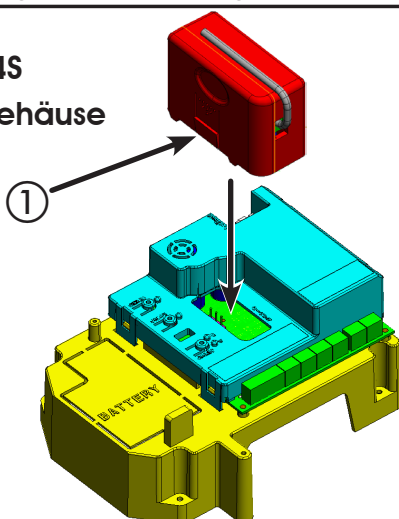
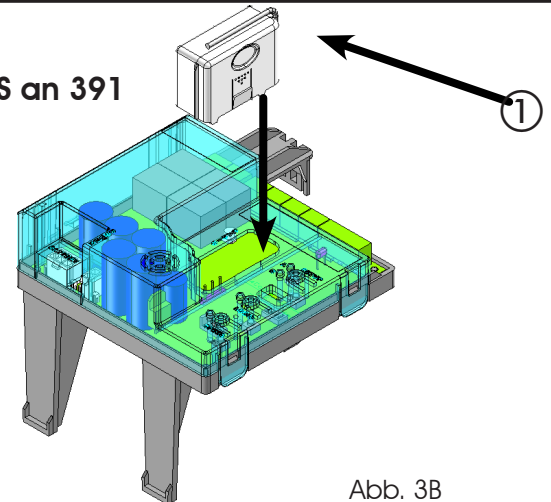

Abb. 3A
Abb. 3B
Das elektronische Steuergerät ist mit einem integrierten zweikanaligen Entschlüsselungssystem (DS, SLH, LC) mit der Bezeichnung OMNIDEC ausgestattet. Dieses System ermöglicht über ein zusätzliches Empfängermodul (Abb. 3A Bez. ① und Abb. 3B, Bez. 1, für E024S für 391) und Funksteuerungen derselben Frequenz sowohl die Einspeicherung der vollständigen Öffnung (OPEN A) als auch die der Teilöffnung (OPEN B) der Automation.